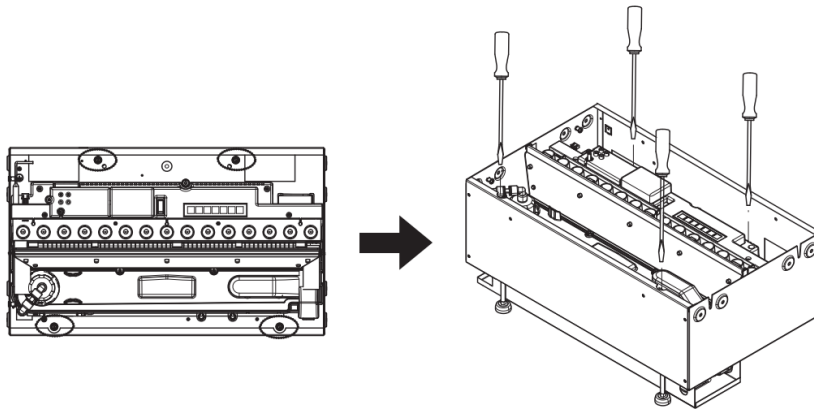

Fig.5
3. Stellen Sie sicher, dass sich das zweite Produkt auf der richtigen Höhe befindet und dem ersten Produkt entspricht. Sie können die verstellbaren Füße mit einem Flachkopf-Schraubenzieher anpassen. (Abb. 5)